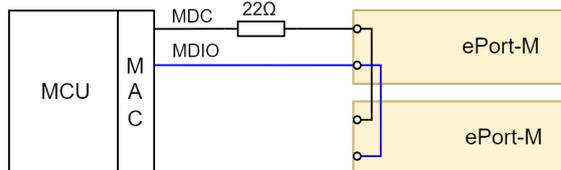

图3 MDC/MDIO推荐布线
7. 当使用一路 MDIO 接口同时管理多路 ePort-M 时，MDIO 走线推荐按图 3 所示方式布线。